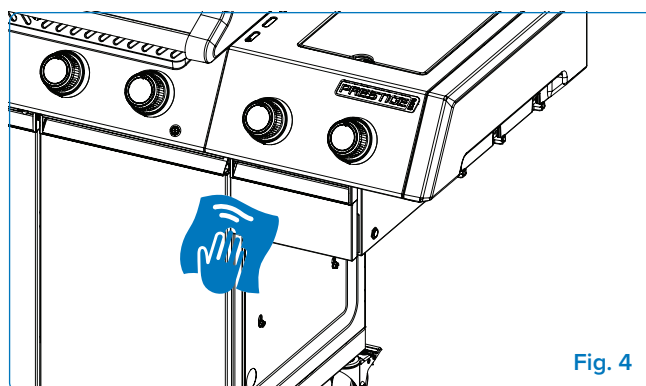

Fig. 4
7. **Essuyez la boîte à fumée** – Nettoyez les surfaces intérieures et extérieures avec un mélange à parts égales d'eau chaude et de vinaigre de cidre à l'aide d'une éponge. Cela permet d'éliminer la créosote. Utilisez une brosse métallique ou un tampon abrasif pour les accumulations tenaces. Évitez toute humidité excessive à proximité des pièces électriques (**Fig. 4**).